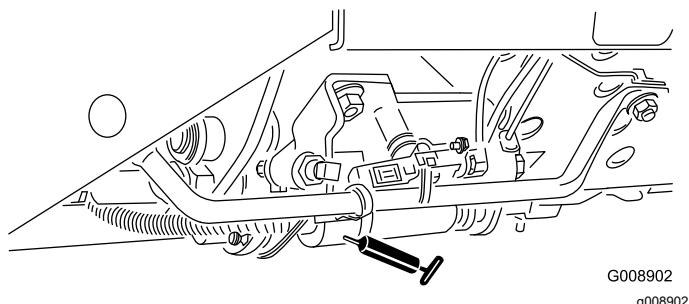

Bild 45
- Mäh-/Transportschieber (Bild 45)